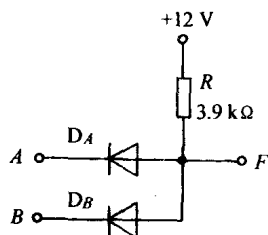

图 1-2 习题 1.3 的电路图
1.3 在图1-2中,试求下列几种情况下输出端 F 的电位 V_F 及各元件 (R 、 D_A 、 D_B)中通过的电流。(1) $V_A = V_B = 0$ V; (2) $V_A = +3$ V, $V_B = 0$ V; (3) $V_A = V_B = +3$ V。二极管的正向压降可忽略不计。